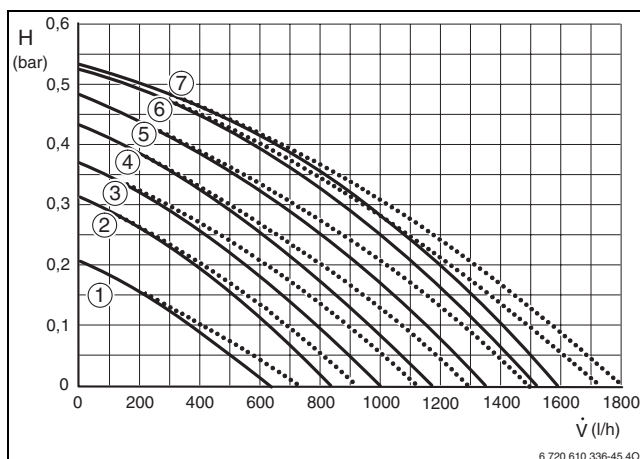

Bild 49 Pumpenkennlinien bei ZSBR-Geräten
**Legende zu Bild 49 und 50:**